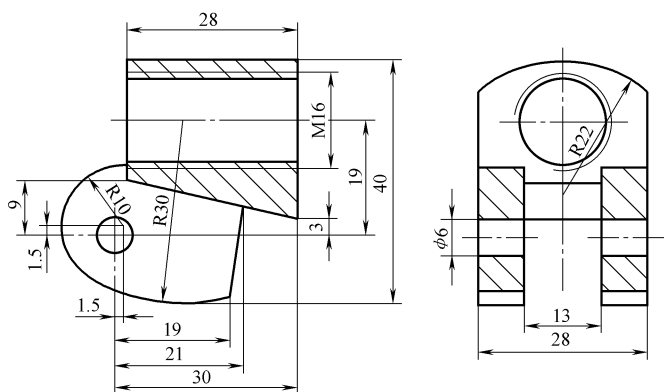

图 4-179 摇臂
(7) 根据图 4-179 所示的尺寸图创建摇臂的立体图，文件名为“xiti4-2-7. prt”。